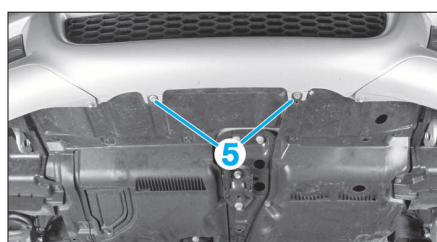

FIG. 5
- Déposer les vis de fixation inférieures (5) (fig. 5).